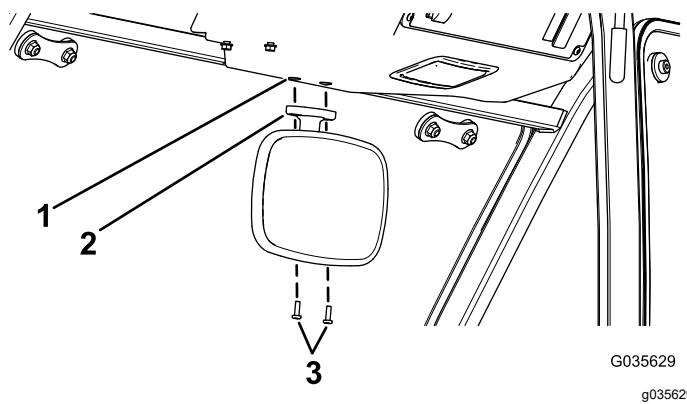
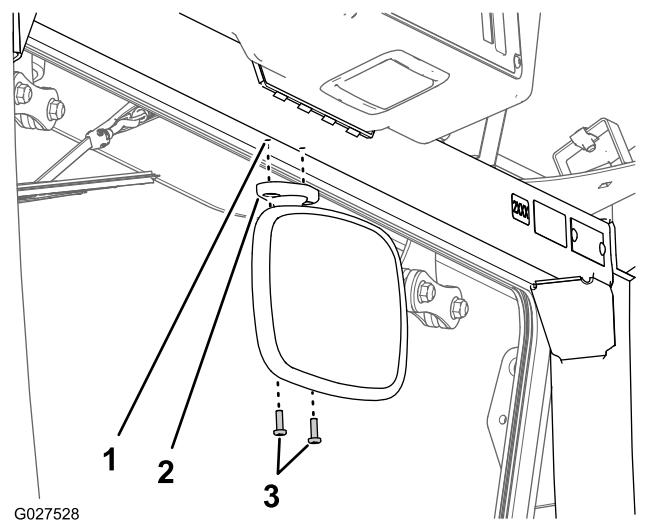

Figura 3
Figura 4
2. Alinee los orificios del soporte del retrovisor con los orificios de la parte superior del bastidor de la cabina (Figura 3 o Figura 4).
3. Sujete el retrovisor al bastidor de la cabina con los 2 tornillos Phillips (Nº 10 x $\frac{5}{8}$ "), según se muestra en Figura 3 o Figura 4.